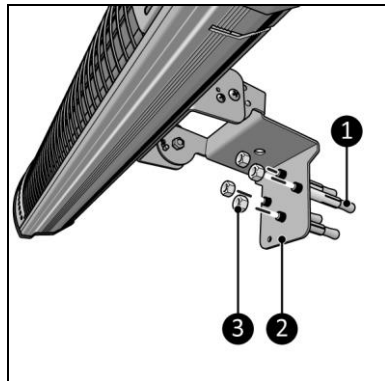
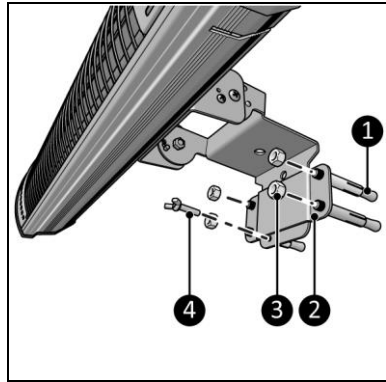

Abbildung 9
Abbildung 10
- An der Wand befestigt (Abbildung 9).
- Von der Wand abnehmbar (Abbildung 10).
1. Befestigen Sie die Aufhängelasche (Abbildung 9, Pos. 2) mit den vier Ankerbolzen (Abbildung 9, Pos. 1) und den vier Muttern (Abbildung 9, Pos. 3) an der Wand.
1. Befestigen Sie die Wandhalterung (Abbildung 10, Pos. 2) mit den vier Ankerbolzen (Abbildung 10, Pos. 1) und den vier Muttern (Abbildung 10, Pos. 3) an der Wand.
2. Platzieren Sie die Aufhängelasche (Abbildung 9, Pos. 2) hinter der Wandhalterung (Abbildung 10, Pos. 2).
3. Befestigen Sie die Flügelschraube (Abbildung 10, Pos. 4) in der Aufhängelasche (Abbildung 9, Pos. 2).